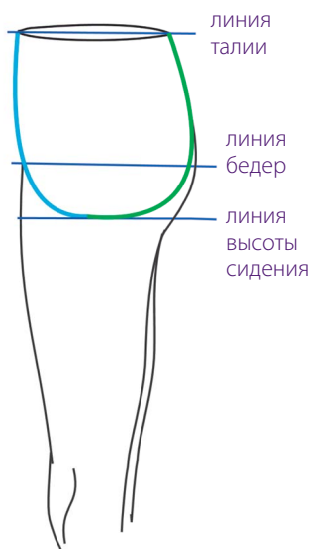

Рис. 2
⑤ **Длина сидения:** классически эта мерка снимается от середины талии спинки до середины талии переда, пропуская сантиметровую ленту между ногами (рис. 2, зеленая и синяя линии). Эта мерка неидеальна, так как она не учитывает объем ягодиц, — измерение проходит через середину ягодиц. В дальнейшем эта мерка будет применяться только для того, чтобы проверить правильность построения шагового шва по нашей методике (см. главу 5 «Брюки», с. 137).
⑥ **Высота сидения:** эту мерку снять достаточно трудно. Но при построении выкройки брюк она самая важная. Ведь форма линии сидения полностью зависит от точности этой мерки, которая сильно варьируется в зависимости от роста и телосложения человека. Из нескольких существующих способов самым простым и надежным является следующий: посадите человека на ровную опору (например, табурет), а затем с помощью угольника отмерьте расстояние между талией и опорой.
⑦ **Высота от талии до колена:** как и в случае измерения длины юбки, эта мерка снимается по линии бока (см. рис. 2, с. 26). Для большей точности измерьте окружность колена, слегка согнув ногу. На выкройках, построенных на основании средних значений, стандартная высота от талии до колена варьируется от 55 до 60 см. За исключением особых случаев, эта мерка снимается для любой фигуры.